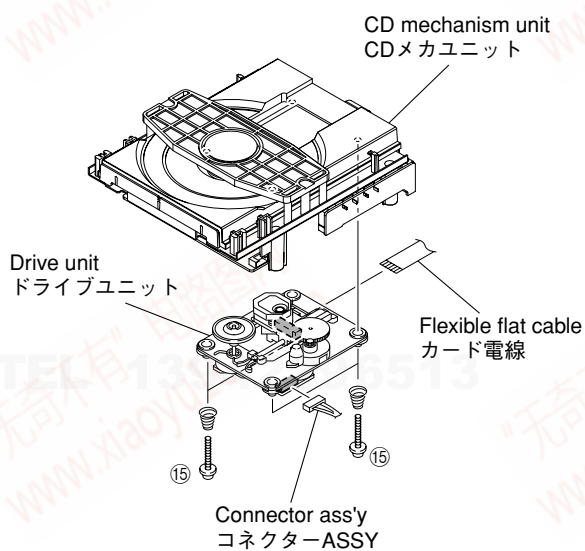

Fig. 5
- Remove 4 screws (15) and then remove the drive unit. (Fig. 5)
- Remove flexible flat cable and connector ass'y. (Fig. 5)
- ⑮のネジ4本を外し、ドライブユニットを取り外します。(Fig. 5)
- カード電線、コネクタ-ASSYを外します。(Fig. 5)